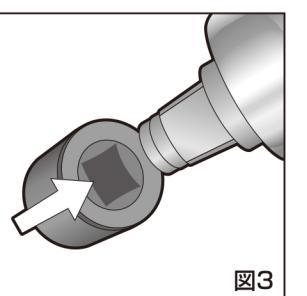

図3
2.付属のソケットまたは市販のインパクトソケットをアンビルに取り付けてください。(図3)